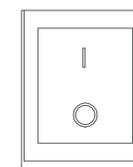

Ilustración 6.8
- Cuando se esté cargando, encienda el conmutador de alimentación que está situado en la caja de la batería de la silla de ruedas eléctrica, y apague el botón de encendido del controlador. Nota: El conmutador de alimentación situado en la caja de la batería está en posición de apagado cuando sale de fábrica. El usuario deberá preocuparse de encender el conmutador de encendido cuando esté realizando la carga. "I" es el estado encendido, y "O" es el estado apagado, según se muestra en la Ilustración 6.8.
- ▶ Active el conmutador de alimentación que está situado en la caja de la batería y presione "I" para colocarlo en un estado de funcionamiento normal, según se muestra en la Ilustración 6.8.